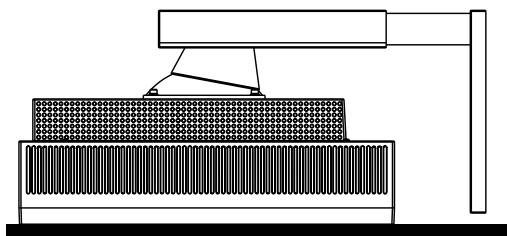

Рисунок S.1
2. Положите монитор экраном вниз на неабразивную поверхность (**Рисунок S.1**).